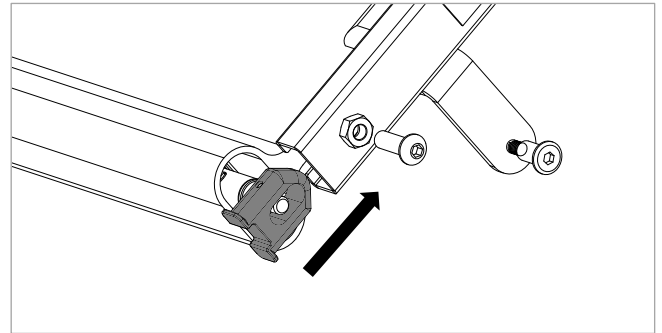

Figure 6.16
16. Insérez le bloc de la barre inférieure dans le rail coulissant aux deux extrémités du rail latéral. Figure 6.16
Remarque – Orientation de la barre supérieure comme illustré Figure 6.16 avec l'extrémité coudée du bloc coulissant vers le haut.